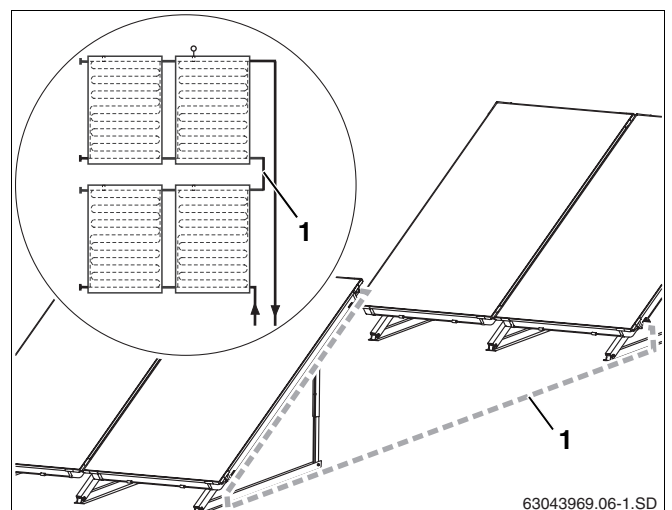

Fig. 61 Deux rangées de capteurs l'une après l'autre
Pour le raccordement de deux rangées de capteurs (fig. 61, **pos. 1**) vous avez besoin d'un deuxième kit de raccordement.